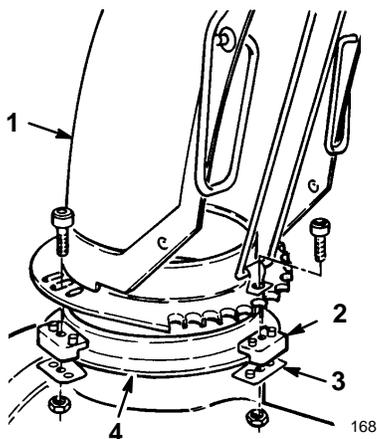

Abbildung 6
1. Eine dünne Schicht Tieftemperaturfett auf den Auswurfring auftragen (Abb. 6).
3. Darauf achten, daß die Führungsstifte der Auswurfkanalhalterung in die Löcher im Auswurfkanalzahnrad kommen (Abb. 6).
4. Die Maschinenschraube und die Sicherungsmutter an der linken Seite anziehen, bis die Auswurfkanal-Halteplatte an der Auswurfkanal-Plastikhalterung liegt und der Auswurfkanal am Auswurfkanalring befestigt ist (Abb. 6).